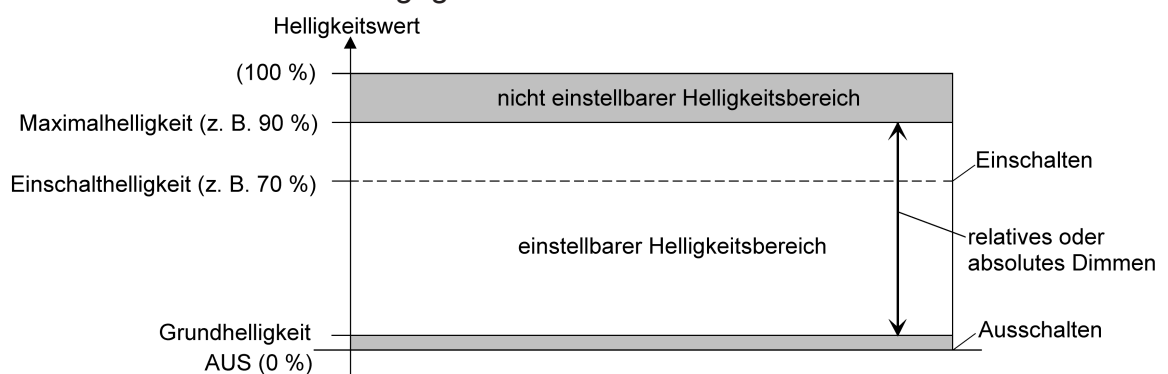

Bild 10: Beispiel eines Helligkeitsbereiches mit Grundhelligkeit
- Definition der unteren Helligkeitsgrenze mit Grundhelligkeit (siehe Bild 10):